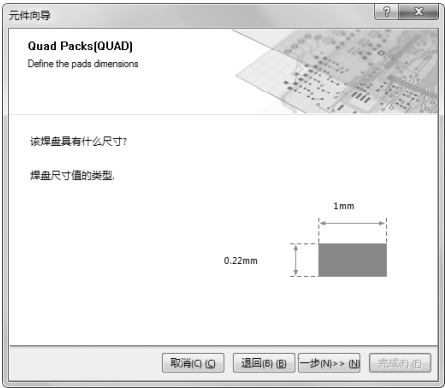

图 11-31 焊盘尺寸设定对话框
(3) 单击“下一步”按钮，进入焊盘尺寸设定对话框。在这里设置焊盘的长为 1 mm、宽为 0.22 mm，如图 11-31 所示。